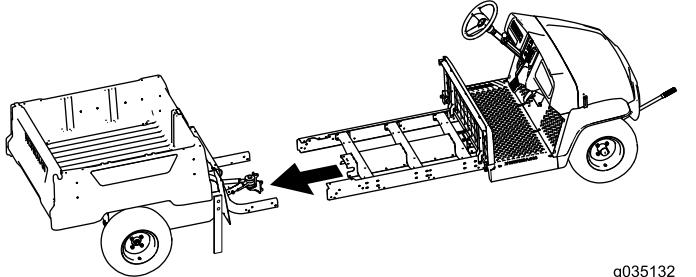

図 76
7. もう一人に手伝ってもらって、車体の前半分と後半分を接合する図 76。